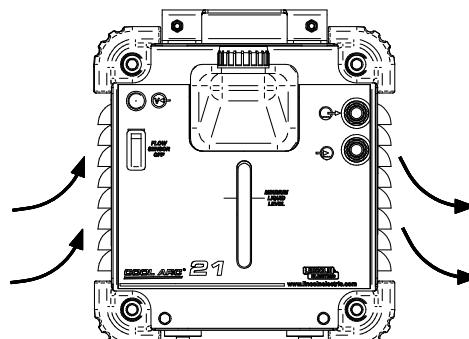

Рис. 4.
- Вентиляционные отверстия:** Обеспечивают необходимую циркуляцию при воздушном охлаждении (Рисунок 4).